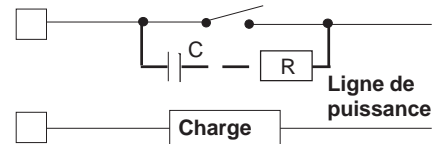

Fig. 13 CONTACT EXTERIEUR MONTE EN SERIE SUR LE CONTACT DE SORTIE DE L'INSTRUMENT
En de tels cas, nous recommandons de raccorder un filtre RC en parallèle avec le contact extérieur (ou avec le contact intérieur non protégé) suivant les indications fig. 13. Les valeurs de la capacité (C) et de la résistance (R) sont indiquées au tableau suivant.